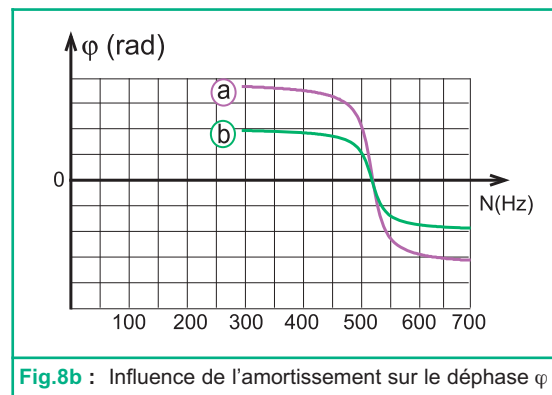

Fig.8b : Influence de l'amortissement sur le déphasage  $\varphi$
- les courbes (a) et (b) de la figure 8b, représentant l'évolution de la phase initiale  $\varphi$  de l'intensité  $i$  en fonction de  $N$  et correspondant respectivement à  $R_{02}$  et  $R_{03}$ .